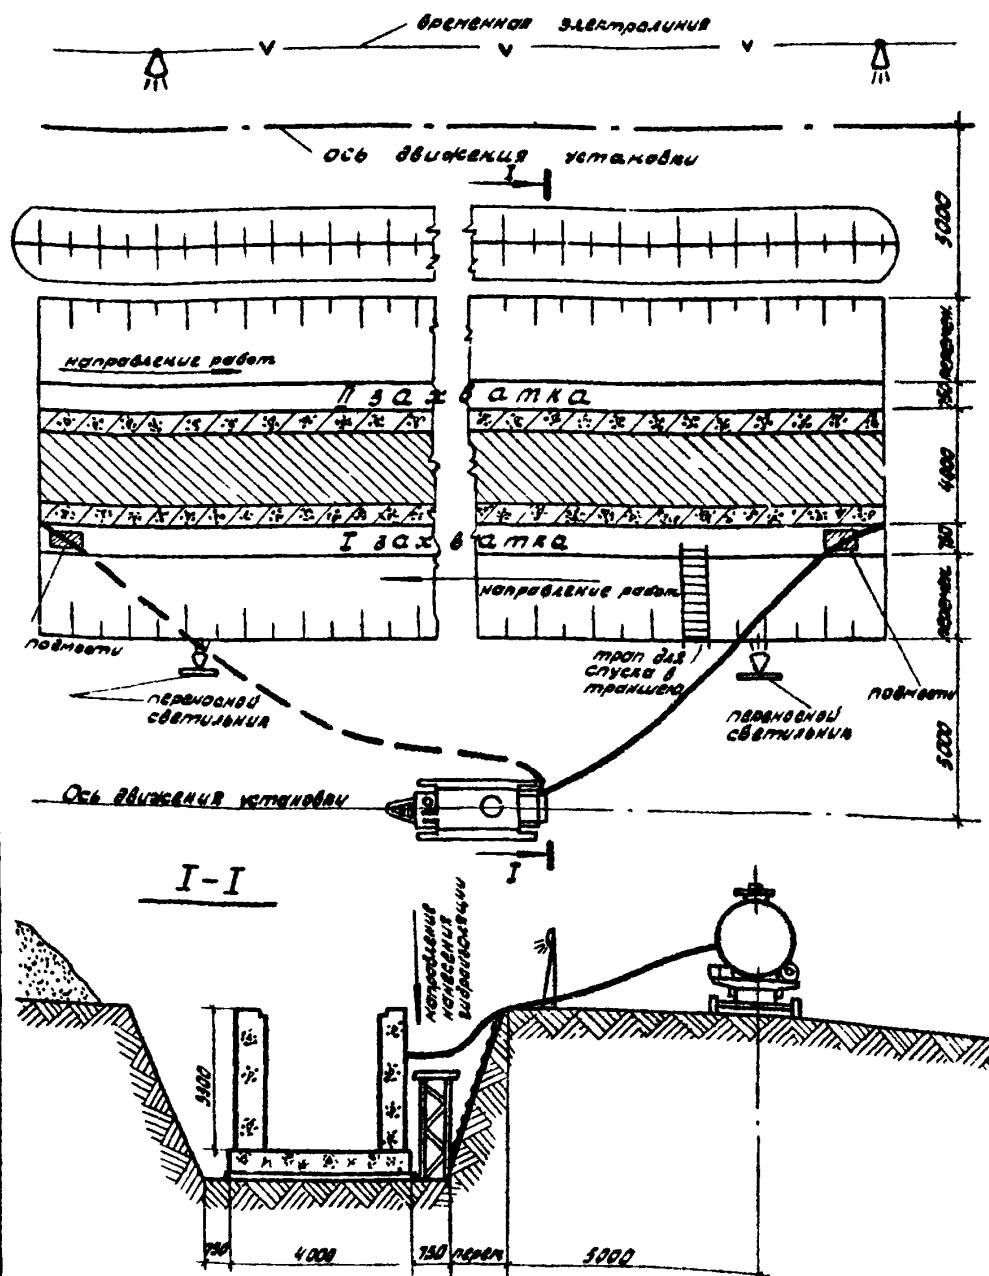

Рис. 1 Схема организации работ №
2. Гидроизоляция вертикальных поверхностей коллектора ведется последовательно по захваткам в порядке, указанном на схеме (Рис.1), путем нанесения горячего битума с помощью установки конструкции треста "Орг-промстрой", которая размещается в середине захватки.